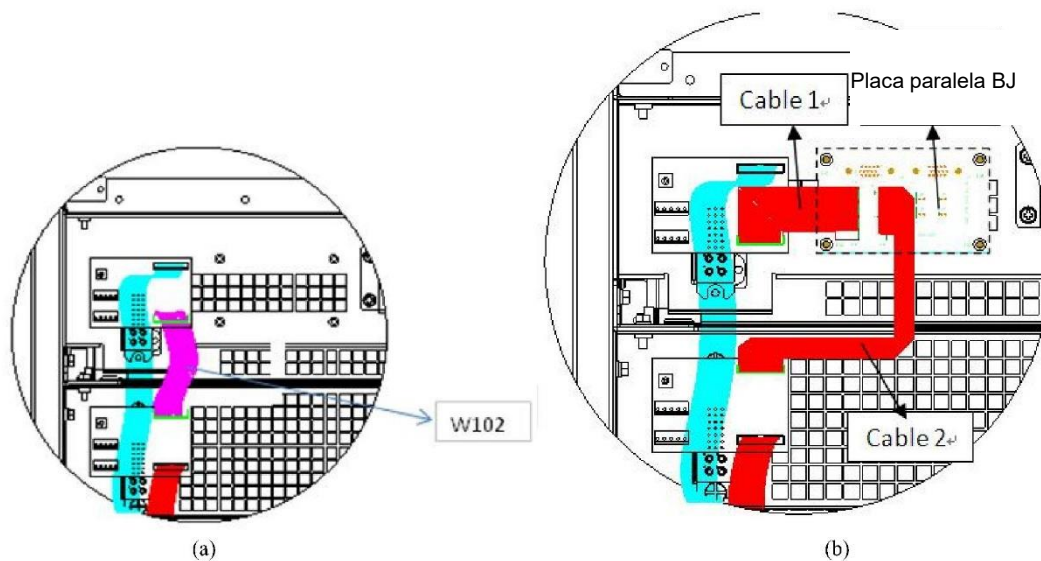

Fig. 3-2: Instalación del tablero de señales paralelas BJ
La placa de señal paralela BJ está instalada en la parte posterior del módulo de alimentación del interruptor estático. Consulte la Fig. 3-2,
- Retire el cable W102 como se muestra en la Fig. 3-2(a)
- Instale la placa de señales paralelas BJ como se muestra en la Fig. 3-2(b)
- Conecte el cable 1 y el cable 2 como se muestra en la Fig. 3-2(b)